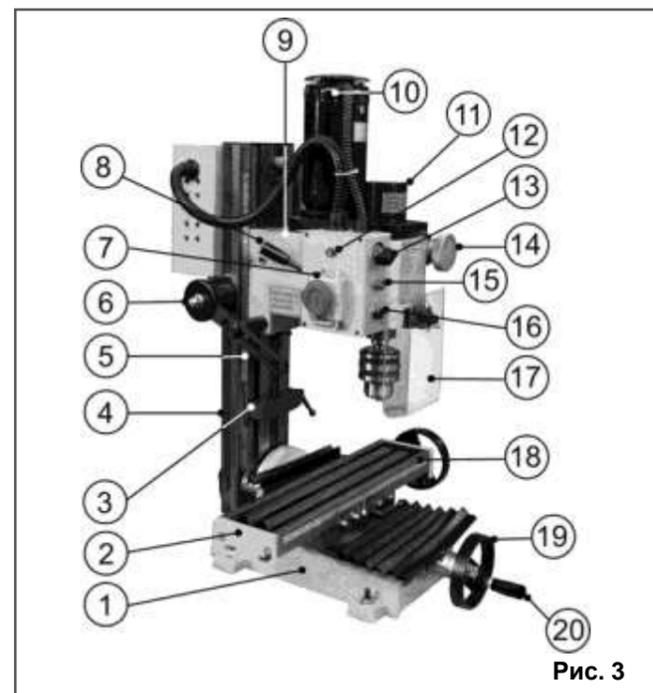
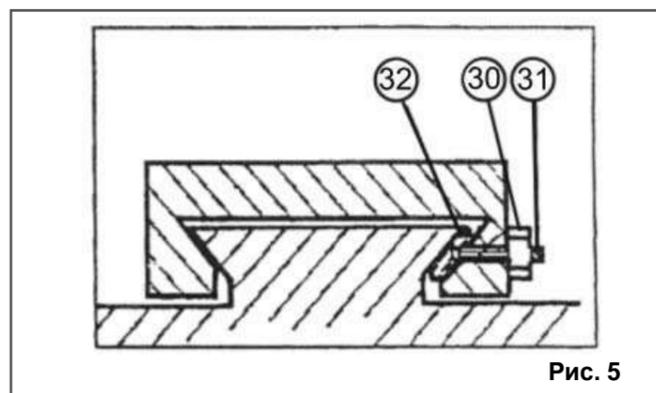

Рис. 3
Рис. 5
7.1. Станок состоит из следующих сборочных единиц и деталей (Рис. 3, 4)
#### 8.2. Сборка маховиков (Рис. 3, 4)
#### 8.3. Установка патрона (Рис. 3, 4)
9.1.1. Равномерно ослабьте все контргайки (30) и винты (31) клина (32), Рис. 5. Закручивая винты (31), Рис. 5, прикладывайте одинаковый крутящий момент к каждому винту. Необходимо удерживать стол (2), Рис. 3.
9.1.2. Если движение затруднено, вывинтите каждый регулировочный винт (31) только на одну четвертую оборота и затяните контргайки (30), Рис. 5.
9.1.4. Если движение слишком свободное, заверните все регулировочные винты (31) на одну восьмую оборота и затяните контргайки (30), Рис. 5. Проверьте еще раз плавность и равномерность продольного перемещения стола.
9.1.5. Затяните все контргайки (30), соблюдая осторожность, чтобы не сместить регулировочные винты (31) клина (32), Рис. 5.
9.1.6. После проведенной регулировки полностью выдвиньте стол (2), Рис. 3, смажьте все сопрягаемые поверхности и резьбу ходового винта.
9.3.1. Регулировка поперечной подачи стола выполняется также, как регулировка продольной подачи стола (см. п. 9.1.). Регулировочные винты находятся на станине (1), Рис. 3.
### 10.1. Подготовка к работе (Рис. 3, 4)
### 10.2. Включение (Рис. 3)